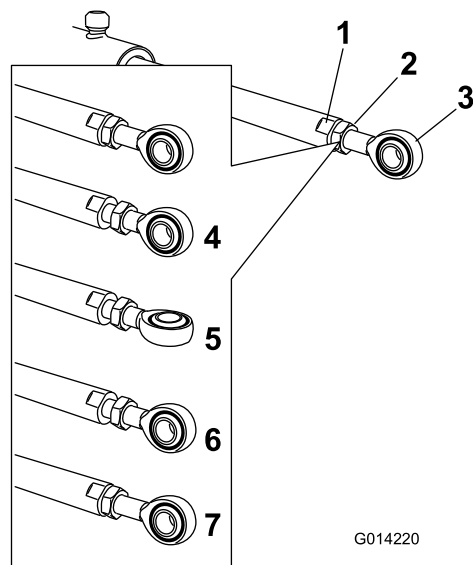

Рисунок 110
5. Удерживайте шток привода в неподвижном положении с помощью ключа, накинутаго на плоские грани штока привода, затем ослабьте контргайку, чтобы можно было регулировать шток с проушиной (Рисунок 110).
6. Поверните шток с проушиной в штоке привода, чтобы сократить или удлинить привод для установки в требуемое положение (Рисунок 110).